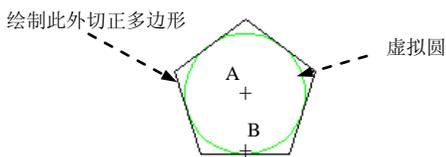

图 2.2.8 绘制外切正多边形
Step1. 选择下拉菜单 **绘图 (U)** → **多边形 (P)** 命令。
Step5. 系统命令行提示指定圆的半径:, 选取绘图区中的某一点——B 点, 以确定内切圆的半径 (也可以直接输入内切圆的半径值), 此时系统便绘制出图 2.2.8 所示的外切正五边形 (AB 连线的长度就是正多边形的内切圆的半径)。